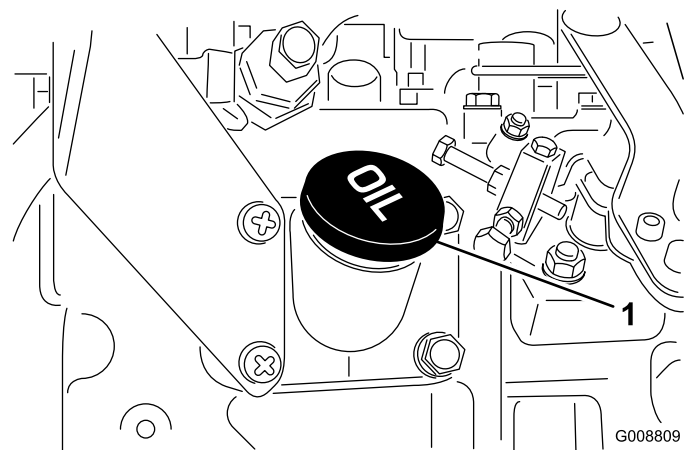

Figura 14
4. Si el nivel de aceite está por debajo del intervalo seguro, retire el tapón de llenado (Figura 14) y añada aceite hasta que el nivel llegue a la marca FULL. **No llene demasiado.**